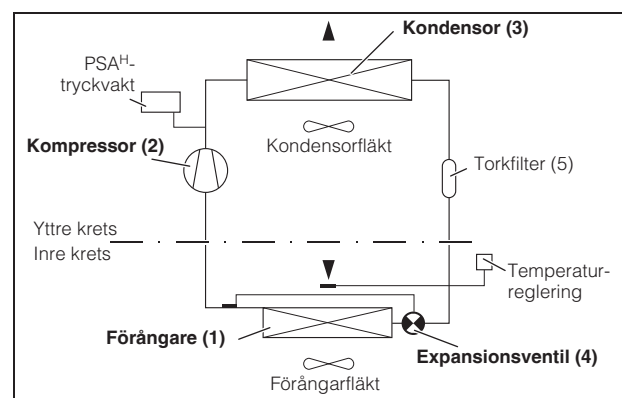

Bild 2: Kylkrets
Kylaggregatet (kompressionskylanläggning) består av fyra huvudkomponenter (se bild 2): förångare (1), köldmediekompressor (2), kondensor (3) och styr- resp. expansionsventil (4), som är förbundna med rörledningar.